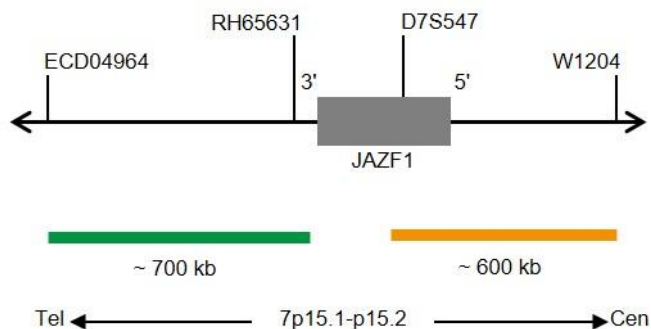

Abb. 1: SPEC JAZF1 Sondenlokalisierung (nicht maßstabsgetreu)
- ZyGreen (Anregung 503 nm/Emission 528 nm) markierten Polynukleotiden (~10 ng/μl), die gegen Sequenzen in 7p15.2\* (chr7:27,146,601-27,846,497) gerichtet sind, welche distal zur JAZF1-Bruchpunktregion lokalisiert sind (siehe Abb. 1).
- ZyOrange (Anregung 547 nm/Emission 572 nm) markierten Polynukleotiden (~4,5 ng/μl), die gegen Sequenzen in 7p15.1\* (chr7:28,059,911-28,661,819) gerichtet sind, welche proximal zur JAZF1-Bruchpunktregion lokalisiert sind (siehe Abb. 1).